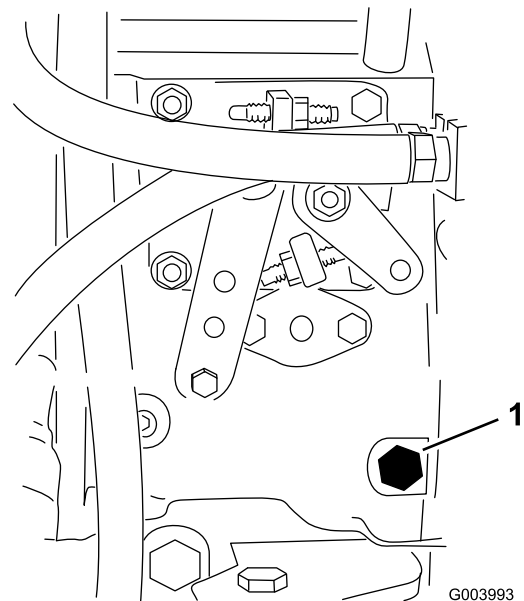

図 30
3. 燃料噴射ポンプ **図 30** についているエア抜きネジを、12mmのレンチを使って開く。